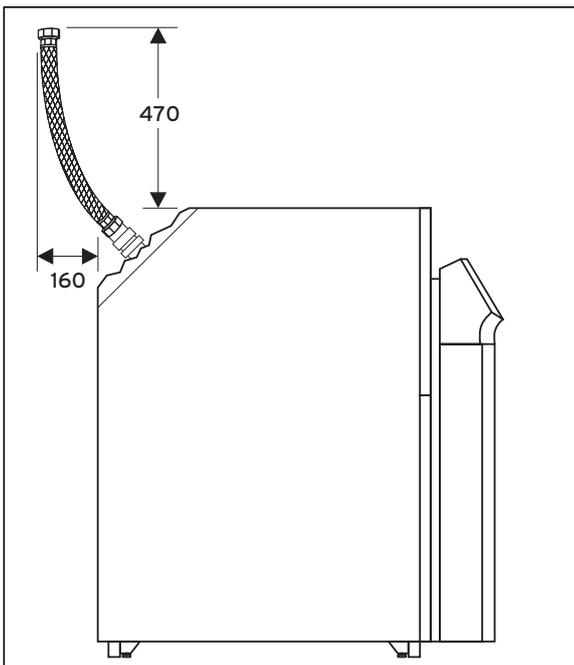

Abb. 4.4 Optimale Installation der flexiblen Schläuche
- Planen Sie den genauen Aufstellort der geoTHERM Wärmepumpe sowie die Rohrinstallation so, dass die zur Schwingungsentkopplung mitgelieferten flexiblen Anschlusschläuche wie in Abb. 4.4 gezeigt angeschlossen werden können.
Die mitgelieferten Anschlussschläuche dienen der Schwingungsentkopplung und müssen an der Wärmepumpe installiert werden, andernfalls kann es zu Schwingungen in der hydraulischen Anlage kommen. Beachten Sie hierzu den Wandabstand (Abb. 4.1) sowie Abb. 4.4.